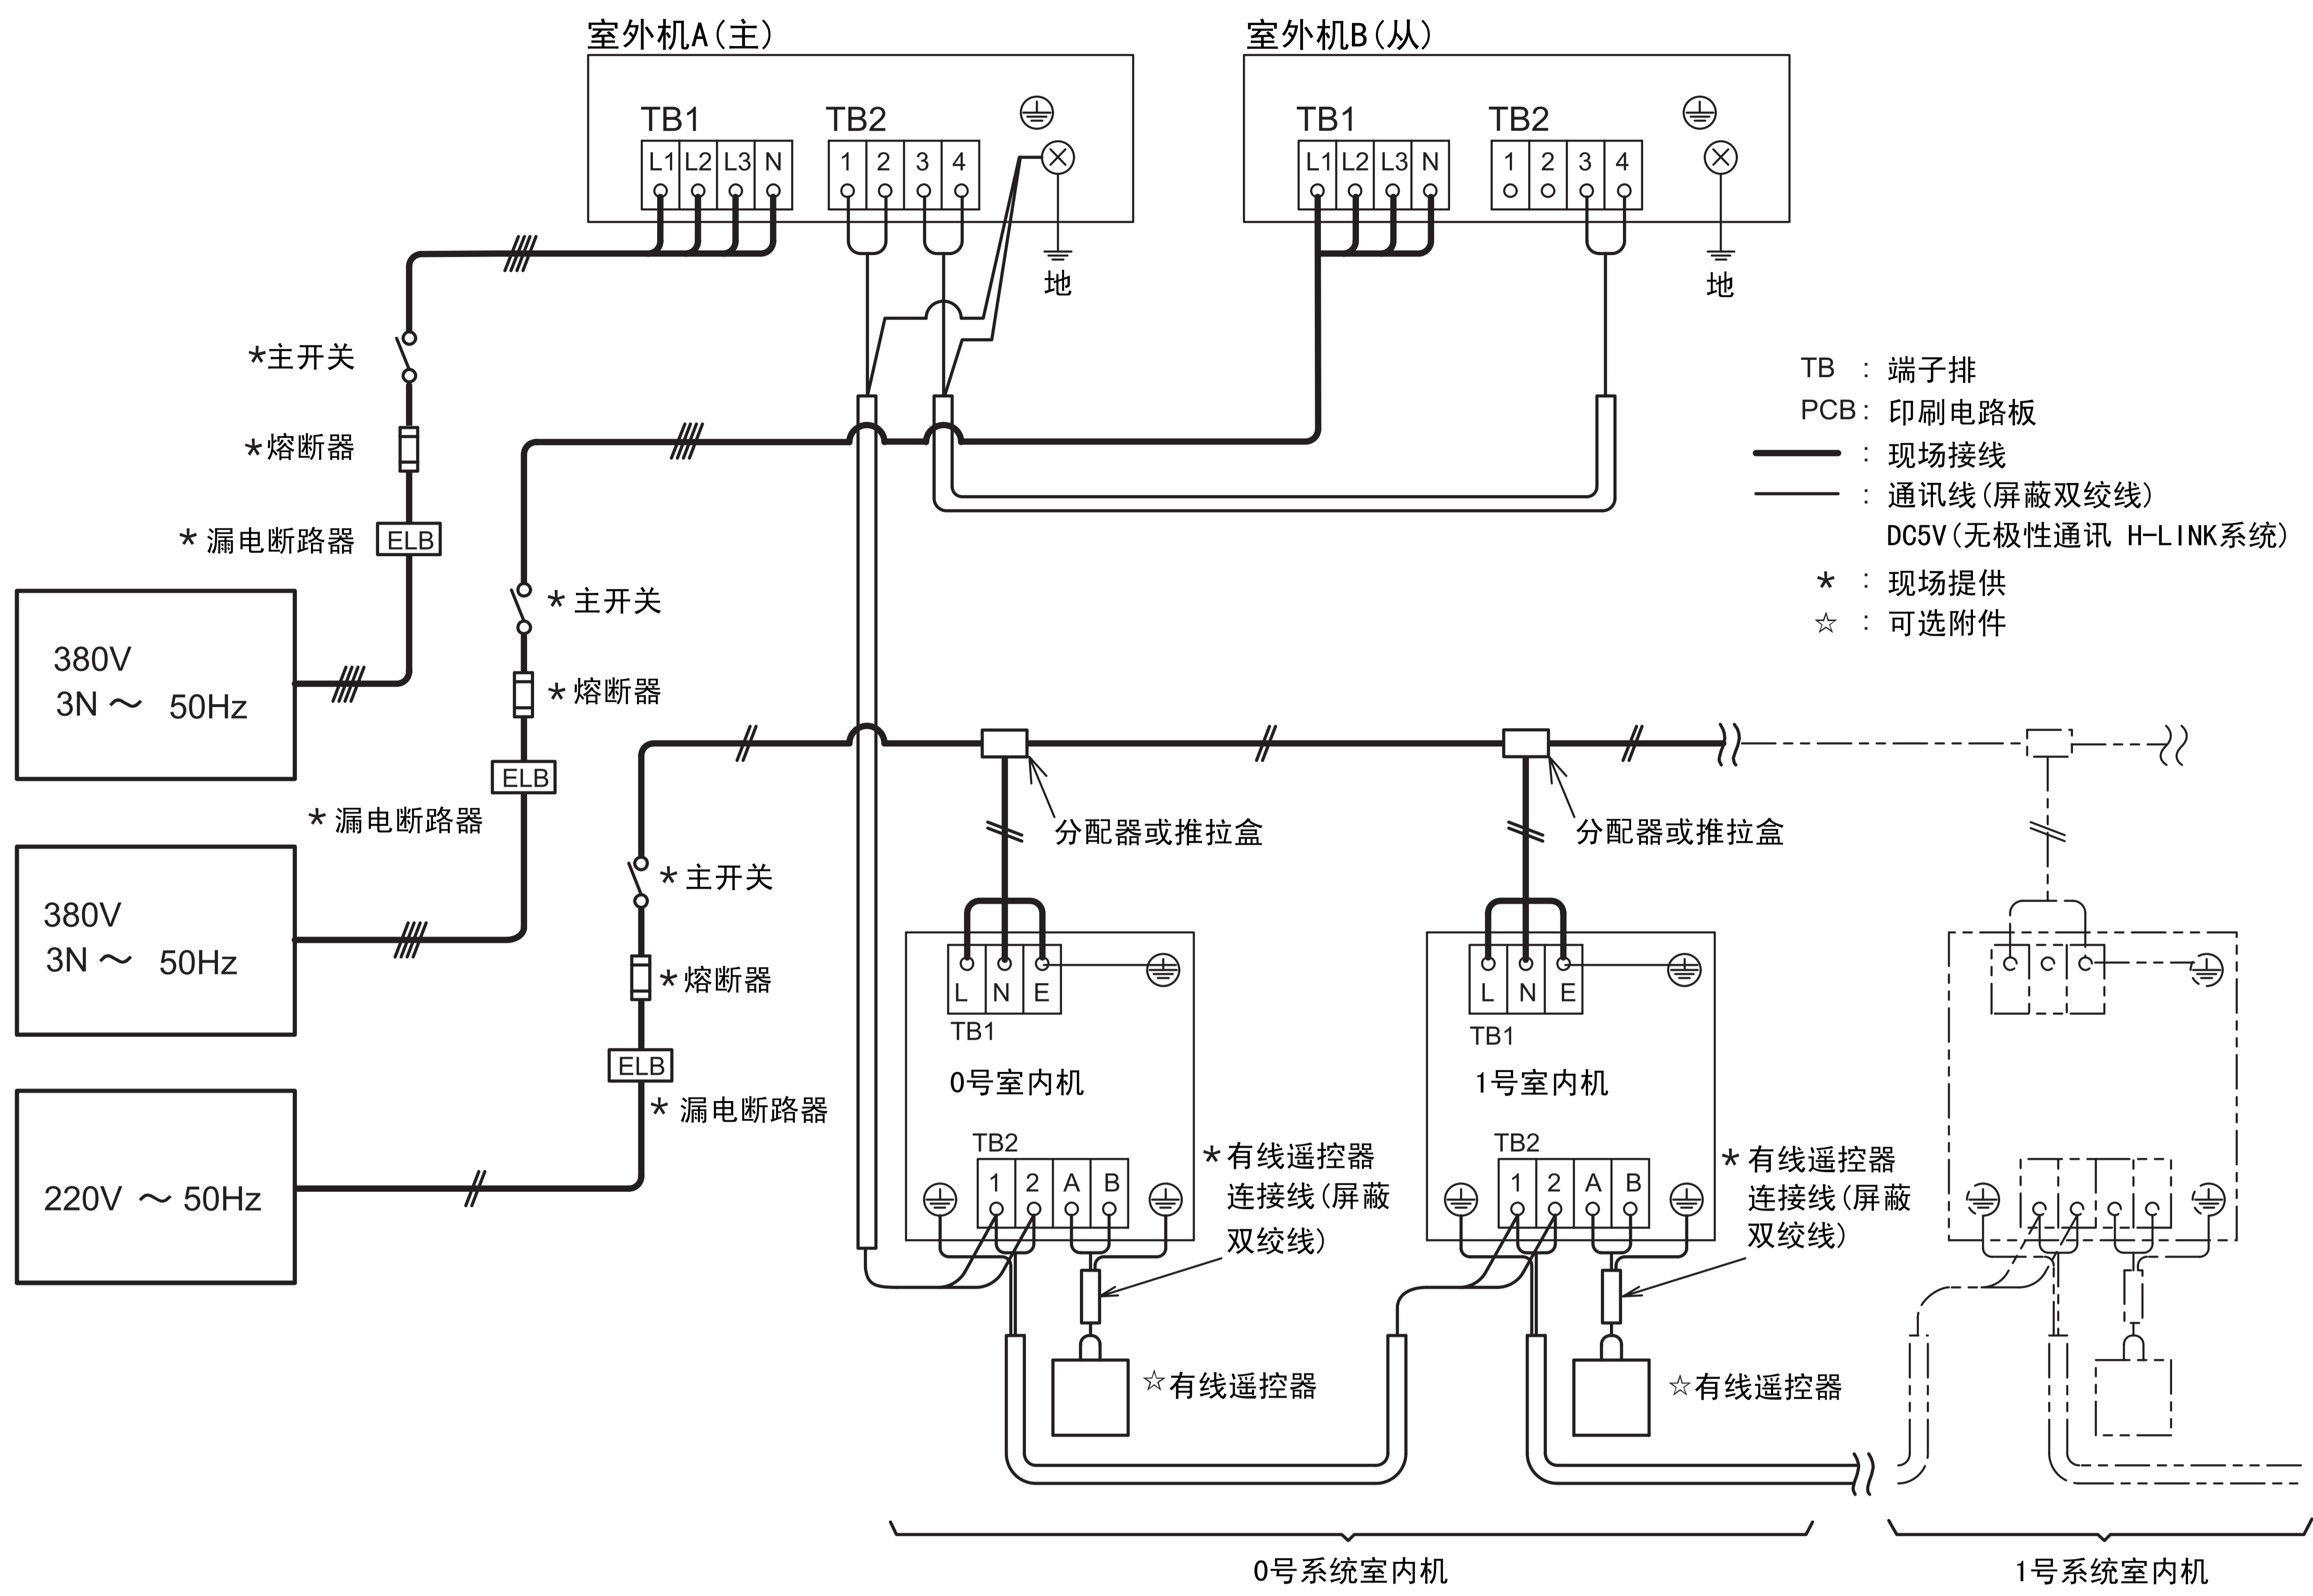

图7.2 电气接线说明
- (3) 如图7.2所示，在室内机和室外机之间连接通讯线。
- (4) 在同一冷媒系统的机器间连接通讯线。(在室内机的冷媒管与室外机相连的情况下，连接通讯线到相同的室内机。)连接冷媒管和通讯线到不同的冷媒循环系统会引起系统故障。
- (5) 通讯线使用2芯电线例如带屏蔽层的双绞线。